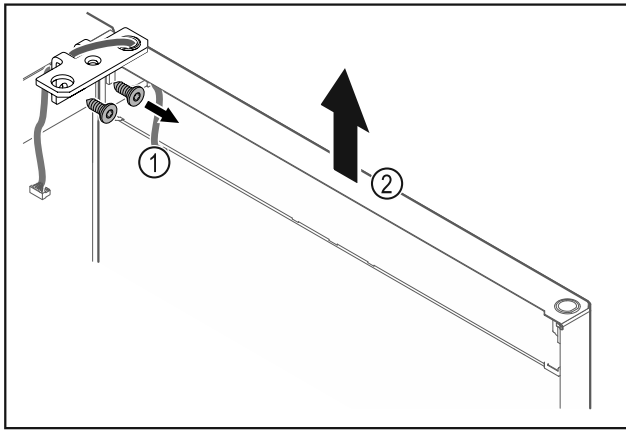

Fig. 23
- ▶ 拧下合页角铁 Fig. 23 (1)。
- ▶ 将冰箱门连同合页角铁一起笔直向上提升 Fig. 23 (2) 大约 200 mm 并取下。